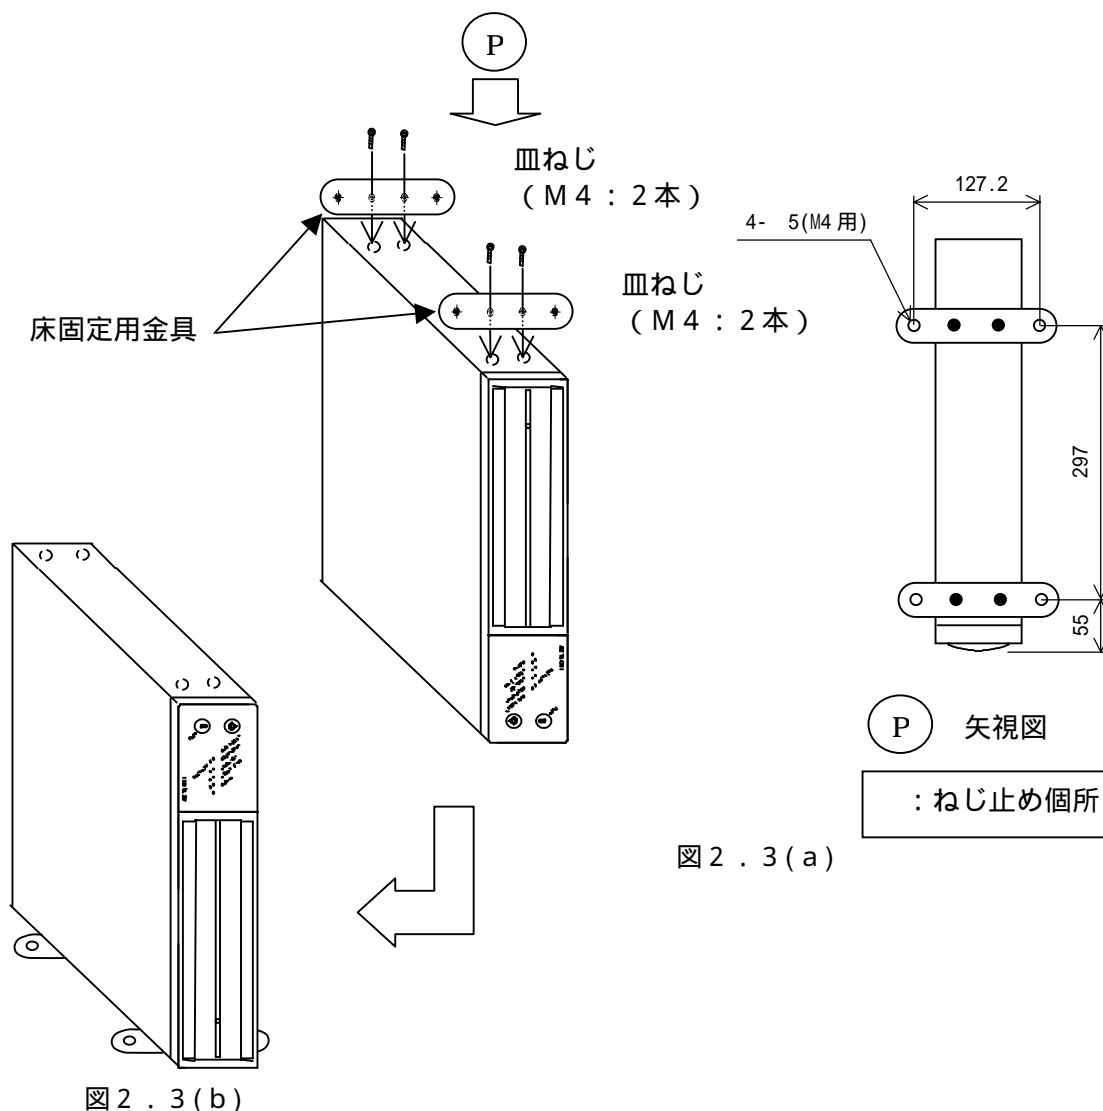

図2.3(a)
(1) UPSを図2.3(a)のように立ててください。
UPSを図2.3(a)のように立てた場合は、UPSが不安定な状態ですのでUPSの転倒に注意してください。
禁止 	UPSを図2.3(a)の状態を立てたまま放置しないでください。 UPSを不安定な場所に立てないでください。 UPSの転倒などで、けがの可能性があります。
(2) 床固定用金具を皿ねじ(M4:4本)で固定してください。
(3) UPSを図2.3(b)のように立ててください。